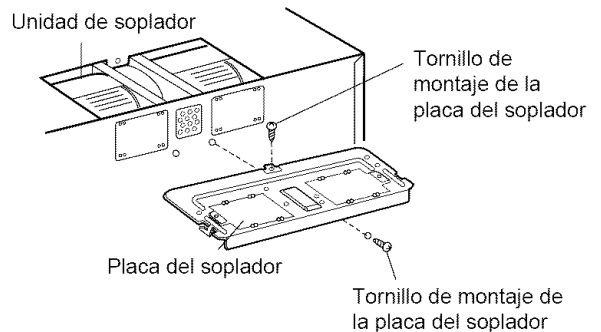

Figura 21
6. Vuelva a unir la placa del soplador al horno de microonda. Únalo por medio del tornillo de montaje de la unidad del soplador y luego los un tornillo de montaje de la placa del soplador. Vea la **Figura 21**.
NOTA: Al utilizar la ventilación superior, necesitará un tornillo de montaje de la unidad del ventilador. Ver **Figura 21**.